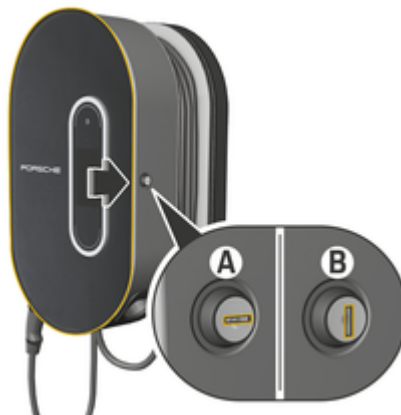

Fig. 62 Muelle de carga
- ▶ Gire el bloqueo a la posición **A** (Fig. 62).
- ▶ Presione el bloqueo a la posición **B** (Fig. 62).